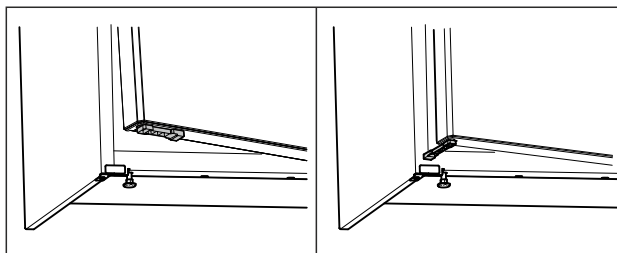

Fig. 72 *
- ▶ Fordítsa el 90°-kal az ajtó nyitáskorlátozó elemét. (lásd Fig. 72) *